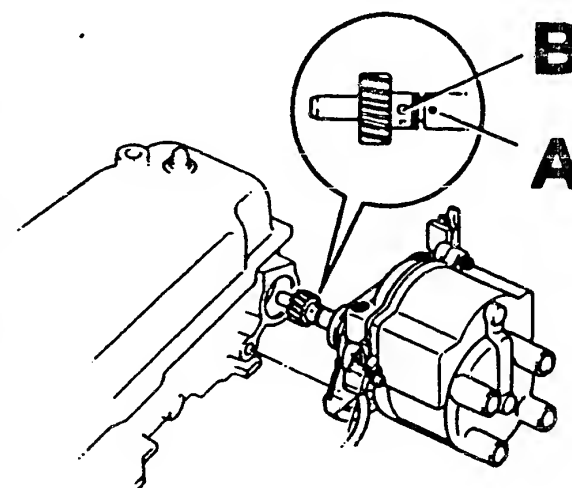

Bild 58 Motor 4A-C: Position der Markierung A und des Stiftes B für den Einbau des Zündverters.
a) Der **Zündverteiler** sitzt vorne am Zylinderkopf und wird direkt von der Nockenwelle angetrieben. Zum Zerlegen des Zündverters sind Zündspule, Schaltgerät und deren Abdeckkappen (Bild 57) abzubauen. Vor dem **Einbau** des Zündverters muss der 1. Zylinder im OT des Verdichtungsaktes stehen und die Markierungen an der Verteilerwelle fluchten (Bild 58).